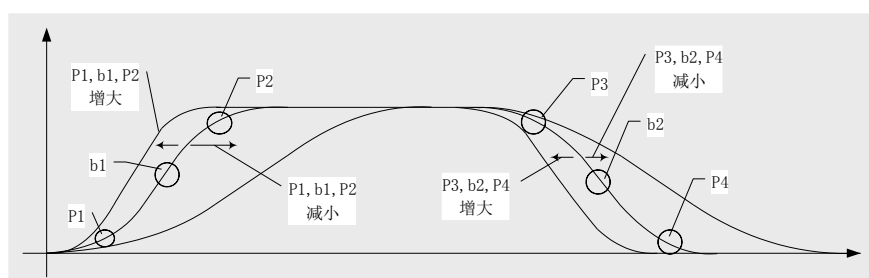

图 6.2 速度曲线参数调整示意图
- b1、b2、P1、P2、P3、P4** 六个参数与曲线的对应关系如图 6.2 所示。